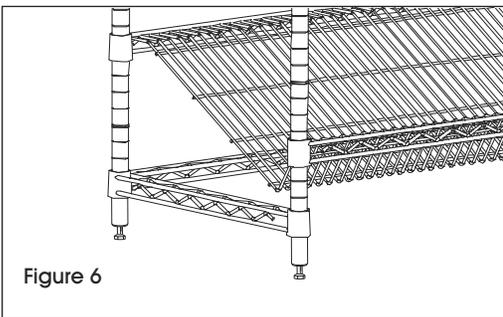

Figure 6
4. Determine the desired height of the slanted shelf and snap on shelf supports. The back shelf supports should be five grooves above the front shelf supports. Add and secure the slanted shelf. Repeat Step 4 to add the remaining slanted shelves. (See Figure 6)
4. Déterminez la hauteur souhaitée de la tablette inclinée et enclenchez les supports de tablette. Les supports de tablette à l'arrière doivent être à cinq rainures au-dessus des supports de tablette à l'avant. Ajoutez et fixez la tablette inclinée. Répétez l'étape 4 pour ajouter les autres tablettes inclinées. (Voir Figure 6)